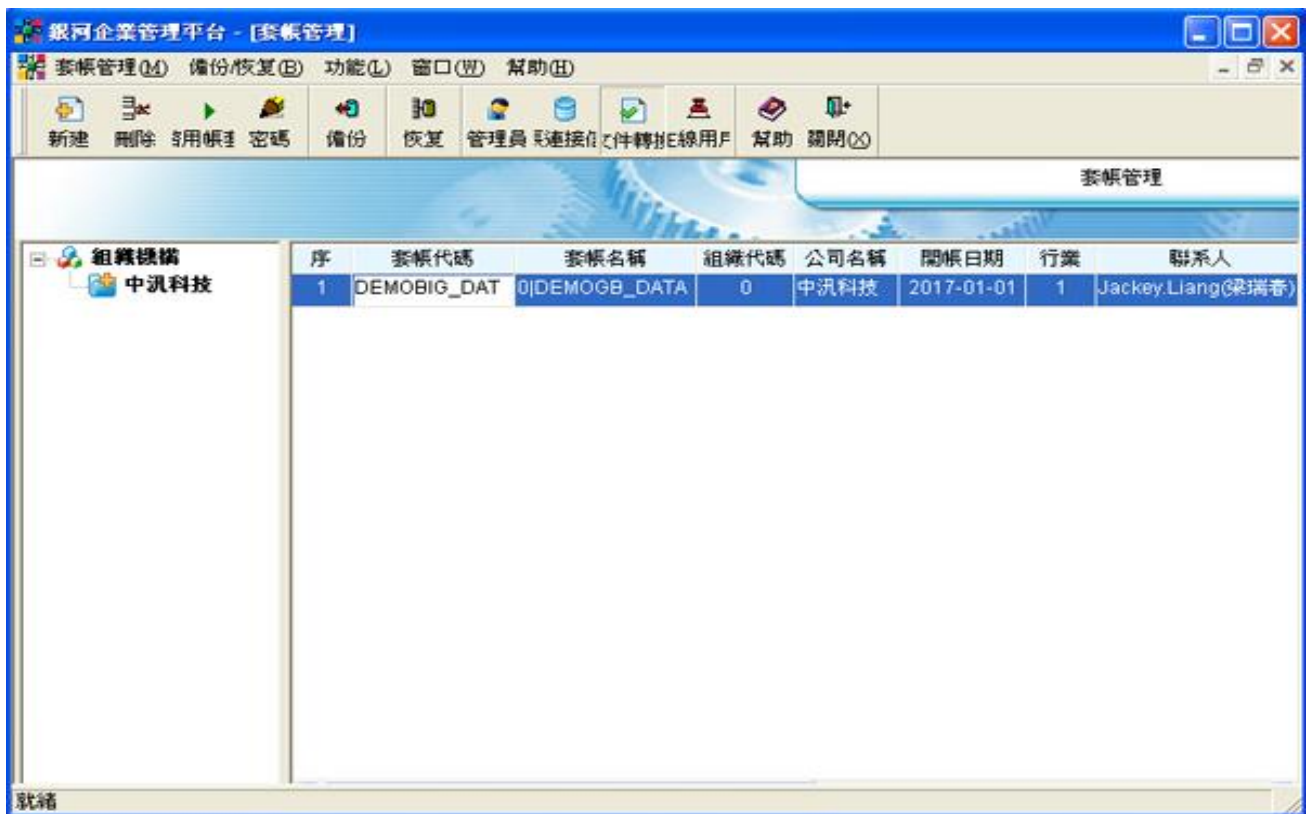
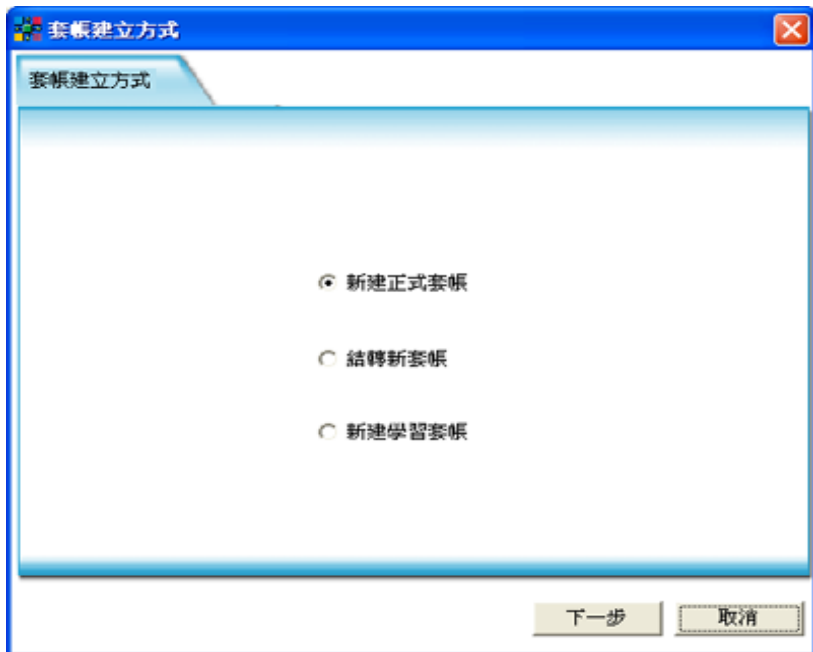
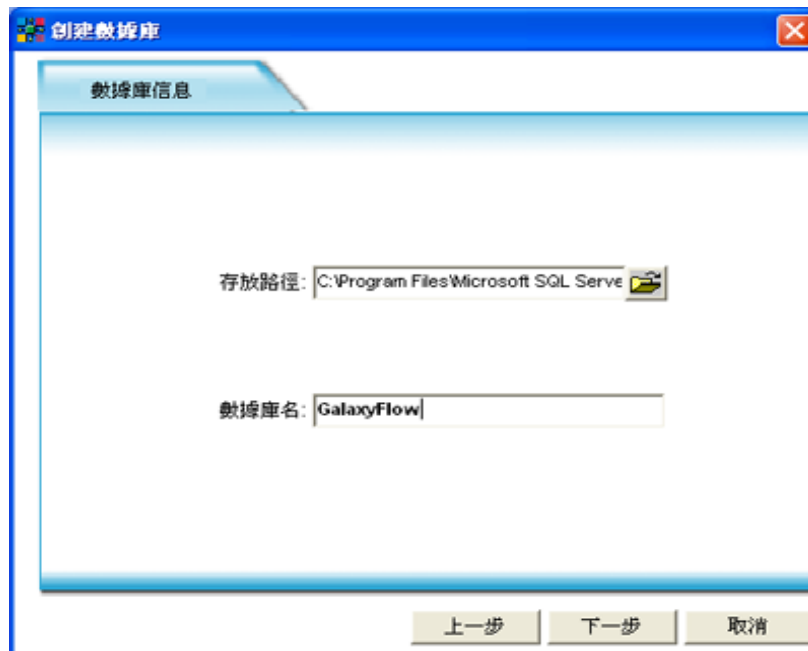

图 2
图 3
图 5
双击桌面上的“银河企业管理平台”图标或“开始 / 程序 / galaxysoft / 银河企业管理平台”启动系统（见图 1），在图 1 中输入以下信息后，点击“Y”进入“套帐管理”系统（图 2）
在图 2 中选择“套帐管理/新建套帐”，进入“套帐建立方式”窗口（见图 3），套帐建立有两种方式：方式一，新建数据库；方式二，新建组织。
1. 在图 3 中选择“重新建立数据库”后点击“下一步”，进入“连接数据库”窗口（见图 4），在图 4 中输入相关信息后，点击“下一步”，进入“创建数据库”窗口（见图 5）
2. 在图 5 中输入相关信息后，点击“下一步”，进入“会计制度”窗口（见图 6）
#### 栏位说明（图 5）